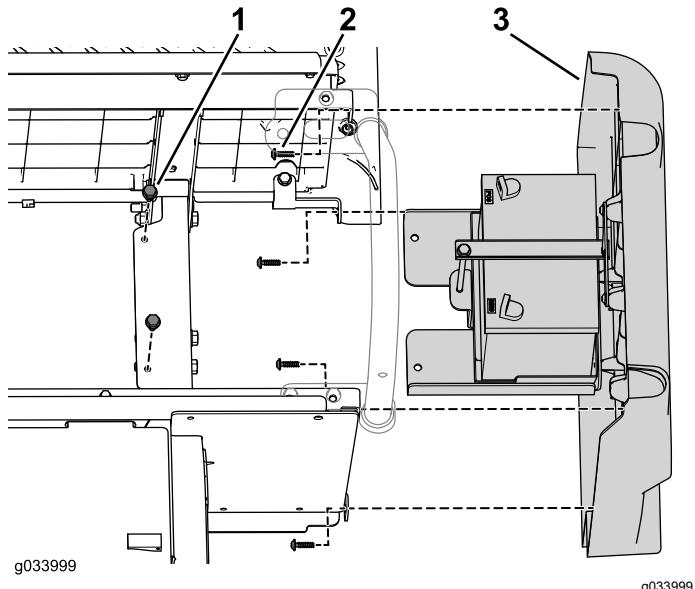

Figure 8
8. Retirez les 2 boulons à embase qui fixent le support de la batterie au cadre (Figure 8).
9. Retirez les 4 vis qui fixent le panneau droit à la partie inférieure de l'ensemble sièges (Figure 8).
1. Fixez le panneau droit à l'aide des 4 vis retirées précédemment (Figure 8).
2. Fixez le support de la batterie sur le cadre à l'aide des 2 boulons à embase retirés précédemment (Figure 8).